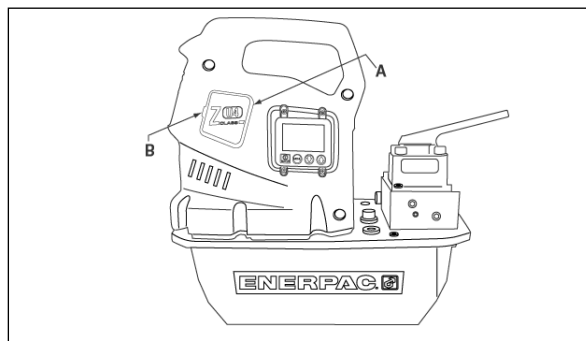

Fig. 11, smontaggio coperchietto spazzole
2. Svitare entrambi i coperchietti delle spazzole (A) flettendo il dispositivo di chiusura del coperchietto (B) e smuoverlo delicatamente con una leva verso l’esterno (vedere la Fig. 11).